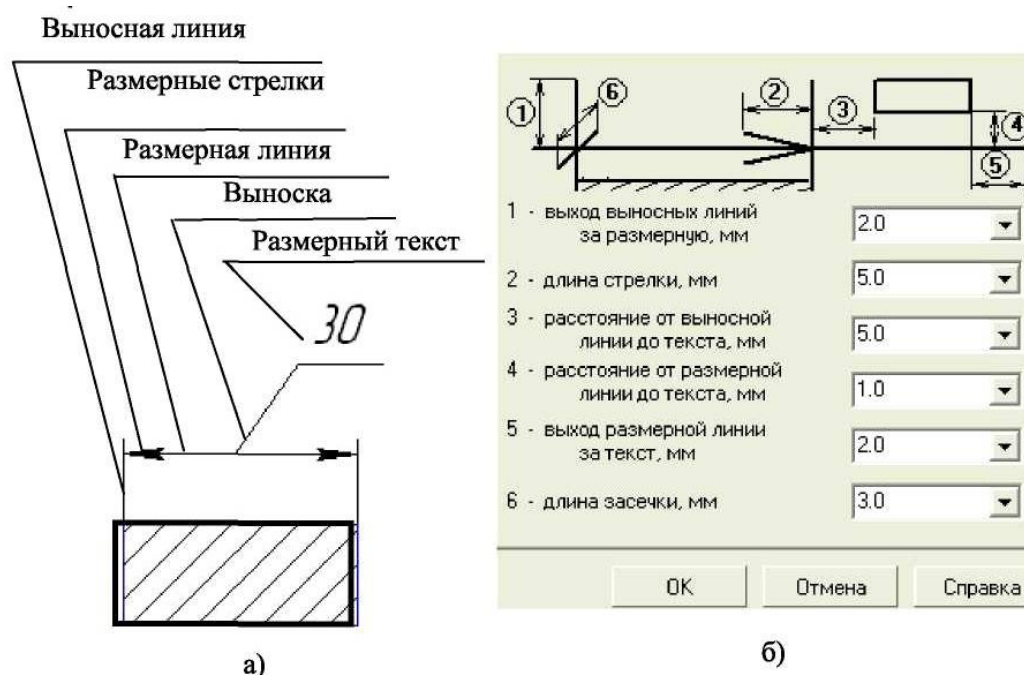

Рис. 2.5. Параметры отрисовки размеров
- **размерная линия** - линия со стрелками, выполненная параллельно соответствующему измерению (рис. 2.5 а);
- **выноски** - используются, если размерный текст размещается на полке (рис. 2.5а).
В правой части появится панель **Параметры отрисовки размеров**, показанная на рис. 2.5 (б).